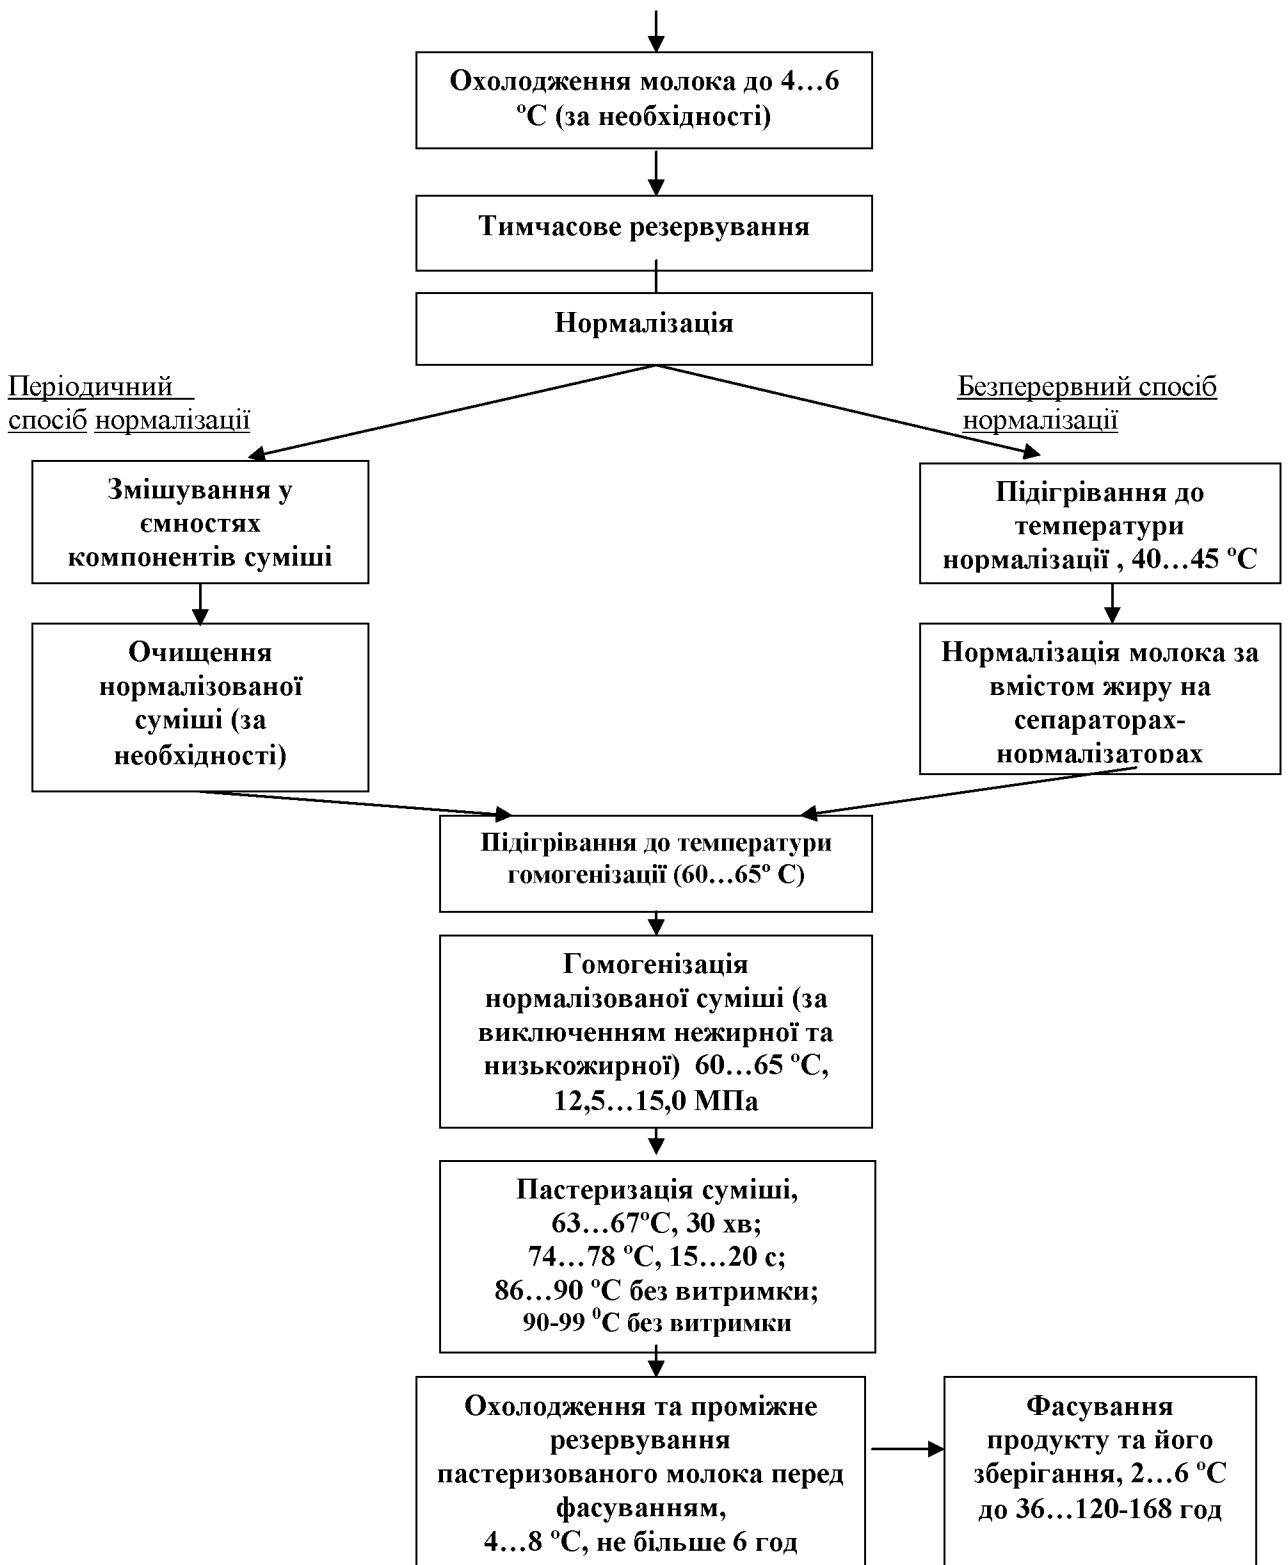

Рисунок 5 –Загальна технологічна схема виробництва пастеризованого молока
**Фасування, зберігання та транспортування.** Пастеризоване молоко необхідно зберігати за температури  $(4 \pm 2)$   $^{\circ}\text{C}$  при відносній вологості повітря  $85\text{...}90\%$  до 36 годин з моменту закінчення технологічного процесу, в тому числі на підприємстві-виробнику - не більше 12 год. За рахунок високотемпературної пастеризації та використання сучасних пакувальних матеріалів термін зберігання продукту може бути подовжений до 5-7 діб. Загальну технологічну схему виробництва пастеризованого молока наведено на рис. 5.